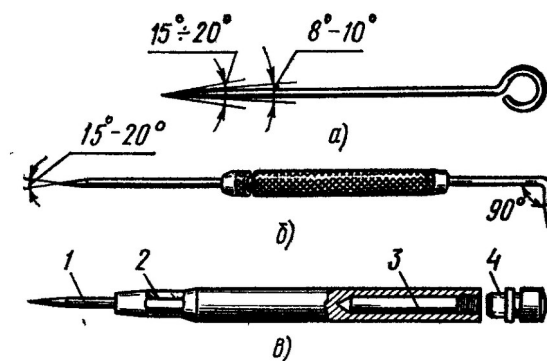

Рис. 7. Чертилки:
1. Чертилку выбирать в зависимости от металла размечаемой детали (рис. 7):